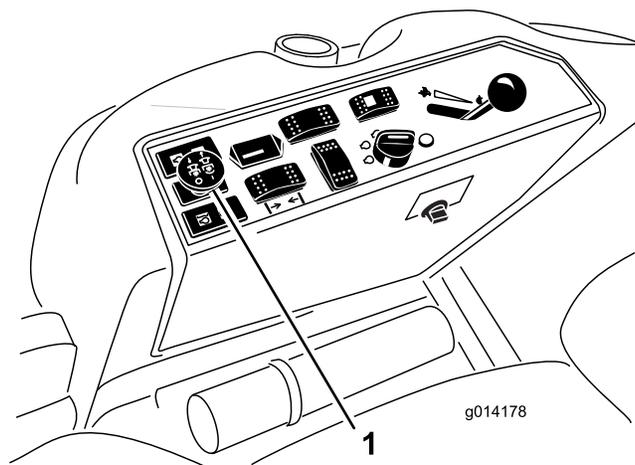

Рисунок 15
3. Потяните вверх выключатель РТО, чтобы включить механизм отбора мощности (Рисунок 15).